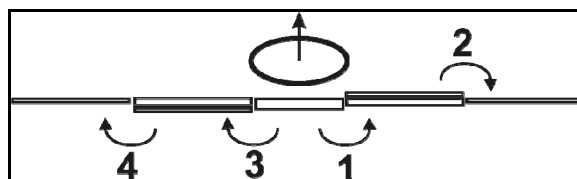

Fig. 74
Følg rækkefølgen i Fig. 74 for udklapning af bom. Indklapning sker i omvendt rækkefølge!
2. Klap den højre udlægger ud (Fig. 74/1,2).
3. Klap den venstre udlægger ud (Fig. 74/3,4).